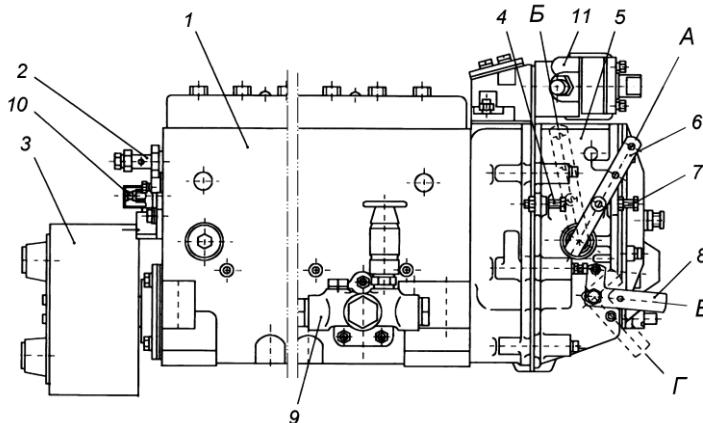
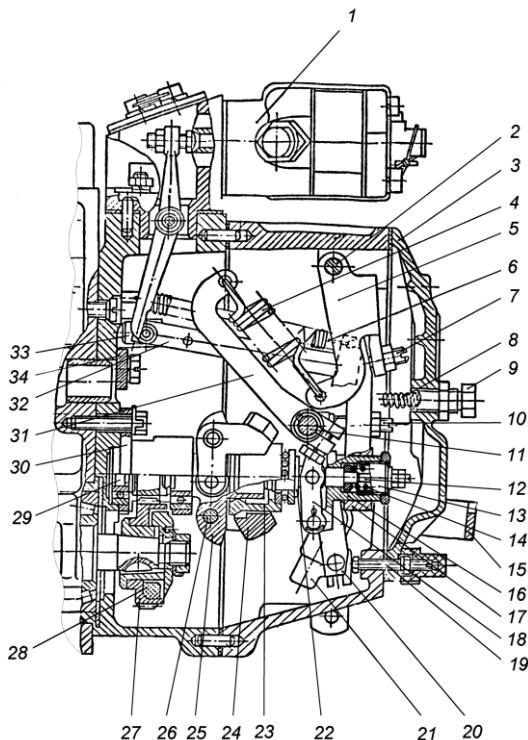

Рис. 19. Топливный насос высокого давления:
Рис. 21. Регулятор частоты вращения:
Топливный насос в сборе показан на рис. 19. С топливным насосом высокого давления в одном агрегате объединены регулятор частоты вращения 5, топливоподкачивающий насос 9 и демпферная муфта.
Регулятор частоты вращения 5 (рис. 19) механический всережимный прямого действия с повышающей передачей на привод грузов, предназначен для поддержания заданного водителем скоростного режима работы двигателя путем автоматического изменения количества подаваемого топлива в зависимости от изменения нагрузки на двигатель. Кроме того, регулятор ограничивает максимальную частоту вращения двигателя и обеспечивает работу двигателя в режиме холостого хода. Регулятор имеет устройство для выключения подачи топлива в любой момент независимо от режима работы двигателя. Автоматически поддерживая скоростной режим при изменяющихся нагрузках, регулятор обеспечивает экономичную работу двигателя. Устройство регулятора частоты вращения показано на рис. 21.
На валик напрессована державка грузов 25 (рис. 21), на осиах 26 которой находятся грузы 24. Грузы своими роликами упираются в торец муфты 23, которая через упорный подшипник
Муфта 23 с упорной пятой 22 в сборе одним концом опирается на направляющую поверхность державки, а за второй конец подвешена на рычаге 18 отрицательного корректора, закрепленном на втулке 16 отрицательного корректора. Пята муфты грузов связана через узел отрицательного корректора с рычагом рейки 20 и через тягу рейки 32 топливного насоса. К верхней части рычага рейки присоединена пружина 6 рычага рейки, удерживающая рейку насоса в положении, соответствующем максимальной подаче, что обеспечивает увеличенную подачу топлива при пуске двигателя. В нижнюю часть рычага рейки запрессован палец, который входит в отверстие ползуна кулисы 21. Вал 11 рычага регулятора жестко связан с рычагом управления 6 (рис. 19) и рычагом пружины 31 (рис. 21). Перемещение рычага управления регулятором ограничивается двумя болтами 4 и 7 (рис. 19). За рычаг пружины 31 (коротким зацепом) (рис. 21) и двуплечий рычаг 5 (длинным зацепом) зацеплена пружина регулятора 4, усилие которой передается с двуплечего рычага на рычаг регулятора через винт - 7 двуплечего рычага. В рычаг регулятора ввернут регулировочный болт 10, который упирается в вал рычага пружины и служит для регулировки номинальной подачи топлива. В нижней части рычага регулятора расположено корректирующее устройство (12,13,14,16,18) с отрицательным корректором, предназначенного для формирования внешней скоростной характеристики ТНВД и крутящего момента двигателя. Рычаг регулятора снабжен боковой накладкой, удерживающей втулку 16 обратного корректора и упорную пяту 22 от проворота. Кроме того, хвостовик болта крепления боковой накладки, входя в боковой продольный паз втулки предохраняет ее от выпадания из расточки рычага. Упор 34, закрепленный на корпусе регулятора, не позволяет рычагу пружины 31 опасно приближаться к врачающимся грузам. Для полного выключения подачи топлива служит механизм останова, состоящий из кулисы 21, скобы 15 и возвратной пружины. Во время работы кулиса прижата усилием возвратной пружины к регулировочному винту 19.
- 1 Минимальная частота вращения холостого хода регулируется болтом 7 (рис. 19) и корпусом буферной пружины 9 (рис. 21);
- 2 Максимальная частота вращения холостого хода (начало выброса рейки) регулируется болтом 4 (рис. 19).
- 3 Номинальная мощность (подача) регулируется болтом 10, подрегулируется винтом 19 (рис. 21).
- 4 Предварительное натяжение пружины (разность оборотов конца и начала выброса рейки) регулируется винтом 7 (рис. 21).
- 5 Подача топлива при 500 мин^{-1} регулируется гайкой обратного корректора 12 (рис. 21):
- 6 Предварительное натяжение пружины обратного корректора (обороты начала срабатывания корректора) регулируется корпусом корректора 13 (рис. 21).
Топливоподкачивающий насос 9 (рис. 19) – поршневого типа предназначен для подачи топлива из топливного бака через фильтры грубой и тонкой очистки к топливному насосу высокого давления. Производительность топливоподкачивающего насоса в 3..4 раза превышает производительность топливного насоса высокого давления, что гарантирует стабильность процесса топливоподачи от цикла к циклу.